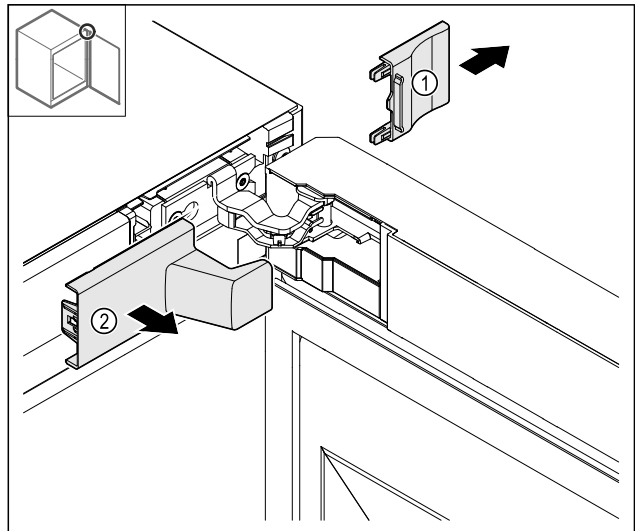

Fig. 8
- Abdeckung Fig. 8 (1) und dann Fig. 8 (2) entfernen.